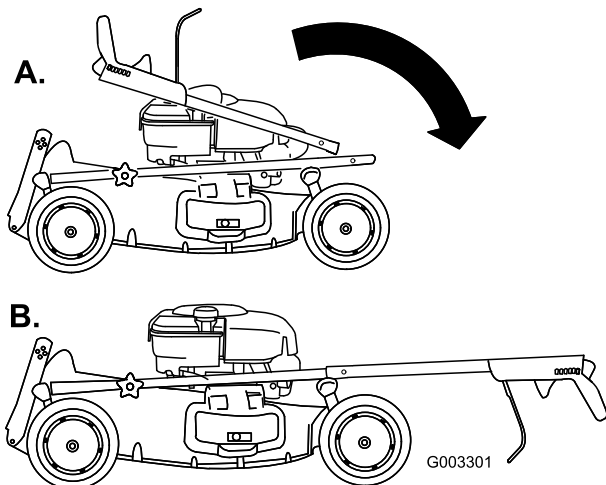

Figura 3
2. Inclinate in avanti con cautela la sezione superiore della stegola e appoggiatele le estremità sulla sezione inferiore, in modo che siano allineate, l'una all'interno dell'altra (Figura 3).